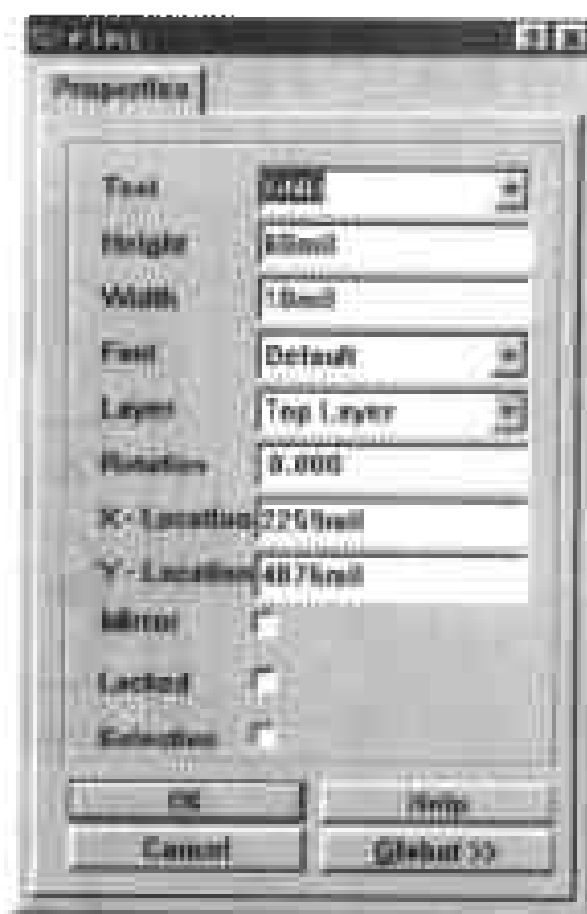
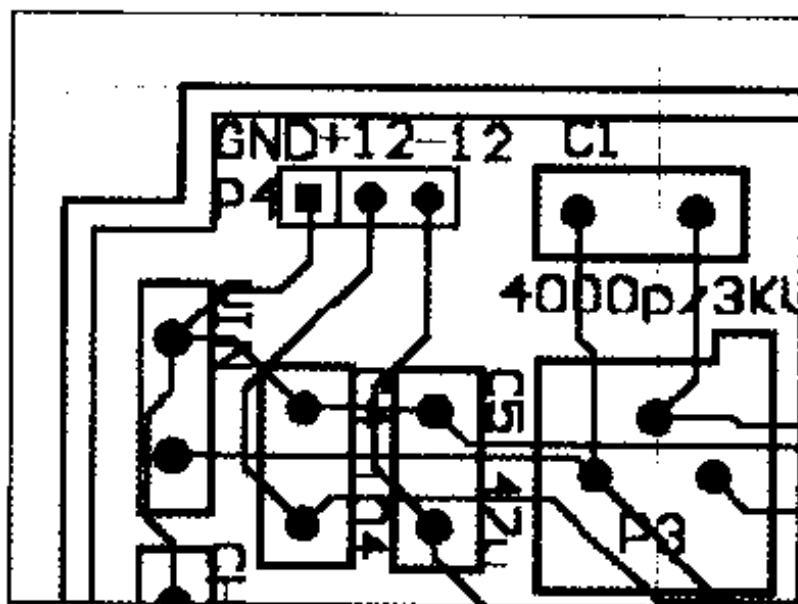

图 8-47 设置文字标注的属性
图 8-48 添加文字标注的效果
(1) 选择 View > Toolbars > Placement Tools,在工作窗口中弹出 Placement Tools 工具栏,在其中单击  按钮,选择添加文字标注的工具,此时鼠标箭头变为十字光标。
(2) 在图纸中移动十字光标,在适当的位置单击,放置文字标注。此时鼠标箭头仍为十字光标,在图纸中继续放置其他文字标注,最后单击鼠标右键,退出放置文字标注的操作。
(3) 在图纸中双击放置在其中的文字标注,弹出如图 8-47 所示的对话框,供用户设置文字标注的属性。
(4) 在对话框的 Text 选项的下拉列表框中直接输入 GND, 设置文字标注的内容。单击 Layer 选项的下拉列表框, 在弹出的下拉列表中选择 Top Layer, 指定文字标注所在的工作层面。对话框中的其他选项取默认值, 单击底部的 OK 命令按钮, 返回工作窗口。
(5) 在图纸中双击其他两个文字标注, 在弹出的对话框中设置其属性, 编辑后的文字标注如图 8-48 所示。